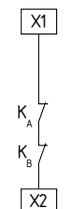

Abb. 6
**Automatischer Start (siehe Abb. 6)**